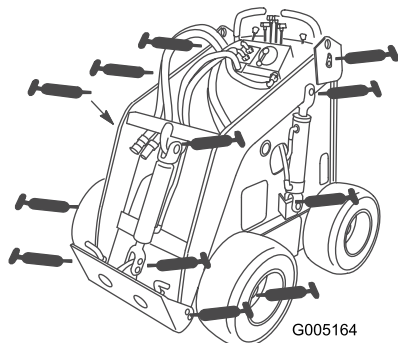
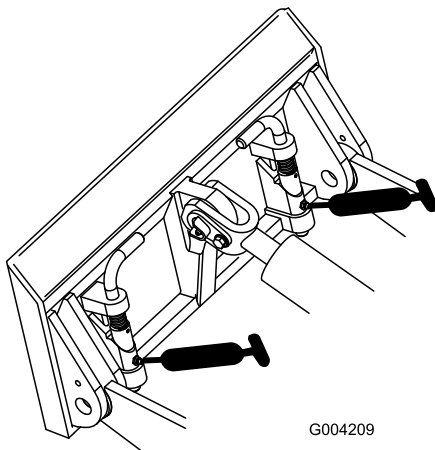

Figure 17
Figure 18
3. Raccordez une pompe à graisse à chaque graisseur (Figure 17 et Figure 18).